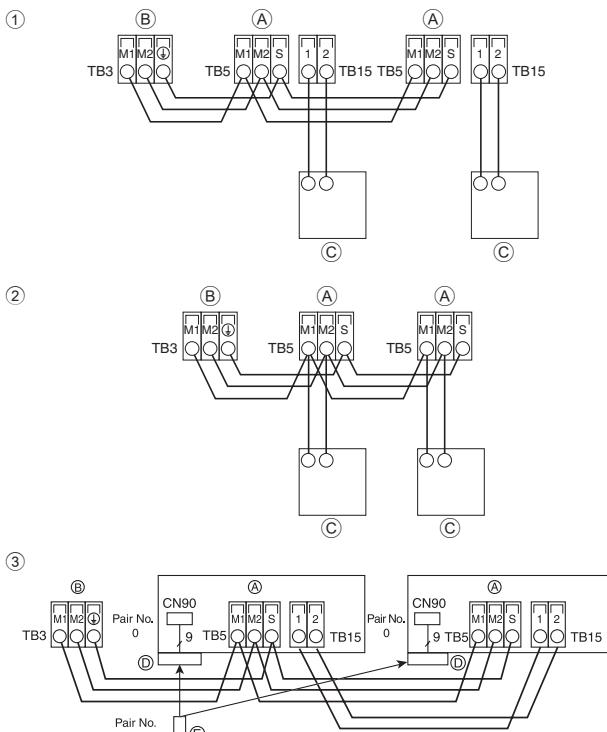
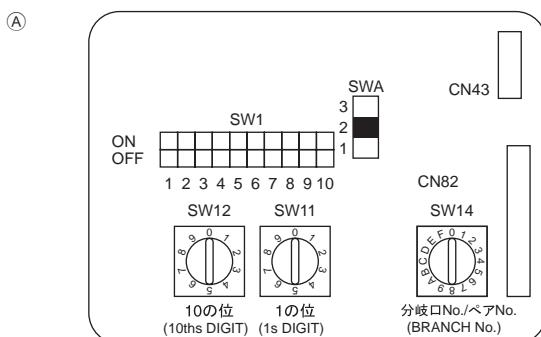

Fig. 6-3
Fig. 6-4
6.4. Raccordement des câbles de la commande à distance et des câbles de transmission intérieurs et extérieurs (Fig. 6-3)
- ① Commande à distance MA
- ② Commande à distance M-NET
- ③ Télécommande sans fil (lors de l'installation d'un récepteur de signaux sans fil)
6.5. Configuration des adresses (Fig. 6-4)